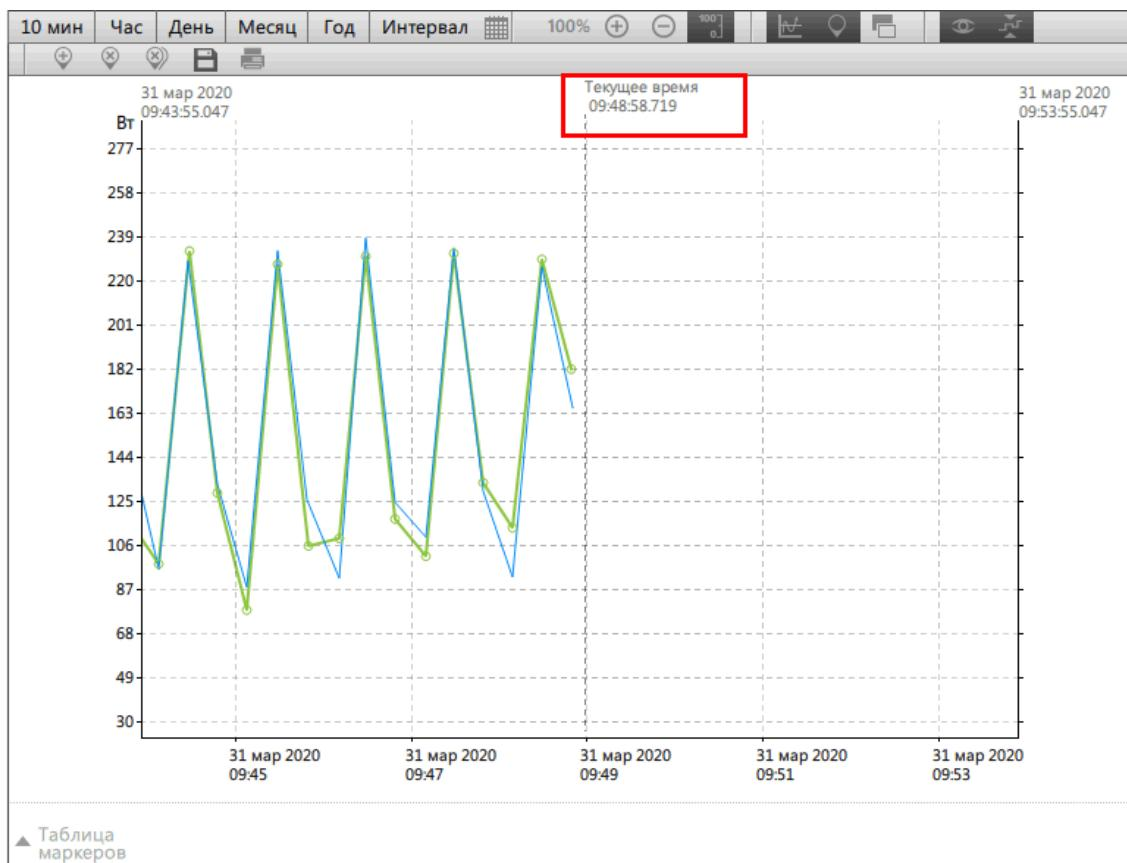

Рисунок 100 - Текущее время по центру
- Положение текущего времени** – расположение текущего времени на графике: справа или по центру (Рисунок 100).